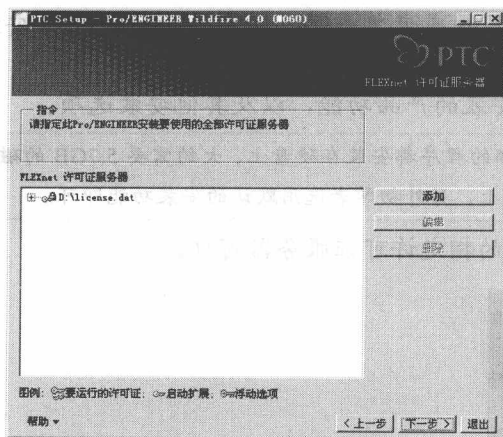

图 1-15 完成许可证服务器文件添加
(10) 单击 **确定** 按钮，已经在【FLEXnet 许可证服务器】列表中为 Pro/E 添加了许可证文件，如图 1-15 所示。